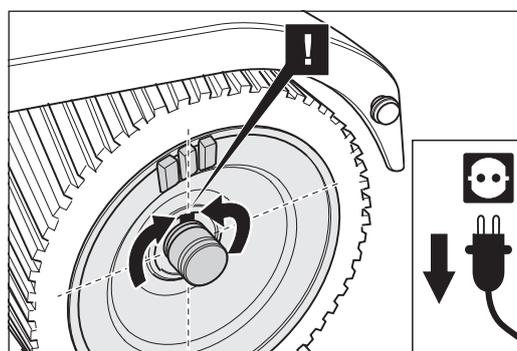

Fig. 40 Gire el rodillo de modo que la tuerca apunte hacia arriba, de modo que no pueda perderse la chaveta.
- 5 Gire el rodillo de modo que la chaveta apunte hacia arriba para que no pueda perderse (Fig. 40). A continuación, extraiga el rodillo de la carcasa de la máquina por un lado.